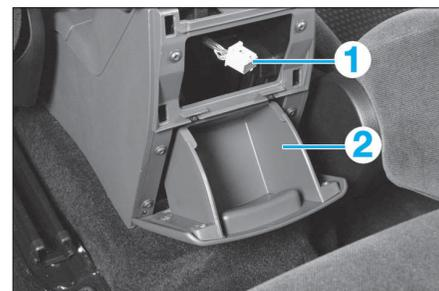
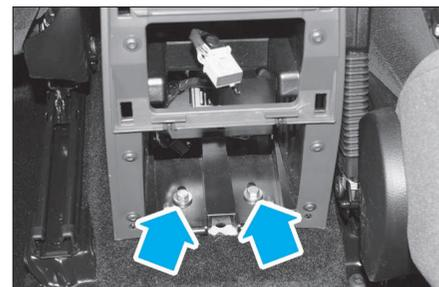

FIG. 29
FIG. 30
- Déconnecter le connecteur (1) (Fig.29) (selon équipement).
- le rangement arrière (2).
- les 4 vis (Fig.30 et 31).